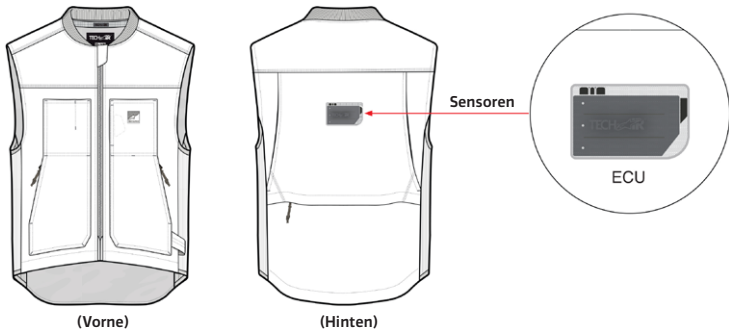

Abbildung 1: Standort des Sensors
Das System besteht aus einer Weste mit einem integrierten Airbag-Steuergerät (mit eingebauten Sensoren) und einer LED-Anzeige (2) (Abbildung 1). Die elektronische Airbag-Steuereinheit enthält einen dreiachsigen Beschleunigungsmesser und ein dreiachsiges Gyroskop (auch als Sensorcluster bezeichnet). Diese Sensoren überwachen den Körper des Benutzers auf Erschütterungen oder unerwartete Bewegungen. Sollte der Körper des Benutzers einer hohen und/oder plötzlichen Energiemenge ausgesetzt sein, wird das System ausgelöst. Dies kann der Fall sein, wenn das Motorrad in einen Unfall verwickelt ist, z. B. wenn das Motorrad mit einem anderen Fahrzeug oder einem Hindernis kollidiert, wenn der Fahrer die Kontrolle über das Motorrad verliert oder wenn der Fahrer vom Motorrad stürzt.